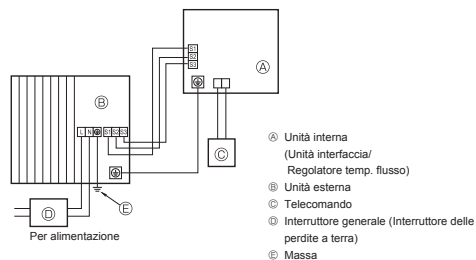
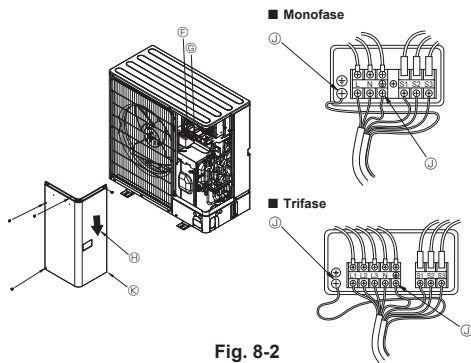

Fig. 8-1
Fig. 8-2
8.1. Unità esterna (Fig. 8-1, Fig. 8-2)
- ① Rimuovere il pannello di servizio.
- ② Posizionare i cavi secondo la Fig. 8-1 e la Fig. 8-2.